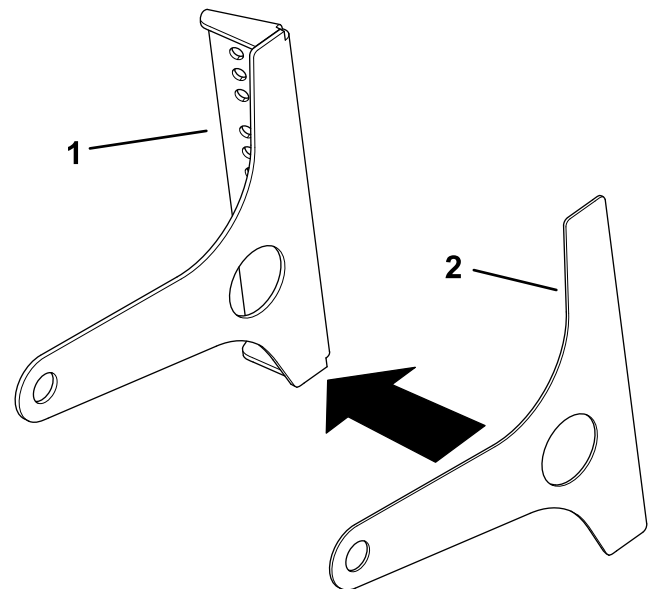

Bild 3
- Kleben Sie die Griffdichtung an die Spiegelbefestigung (Bild 3).